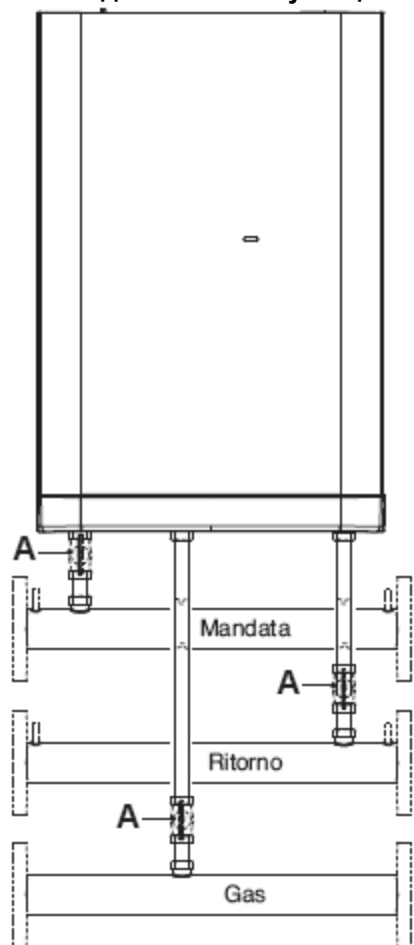

рис. 2.1
- отсекающие краны (A – рис. 2.1) должны быть открыты;